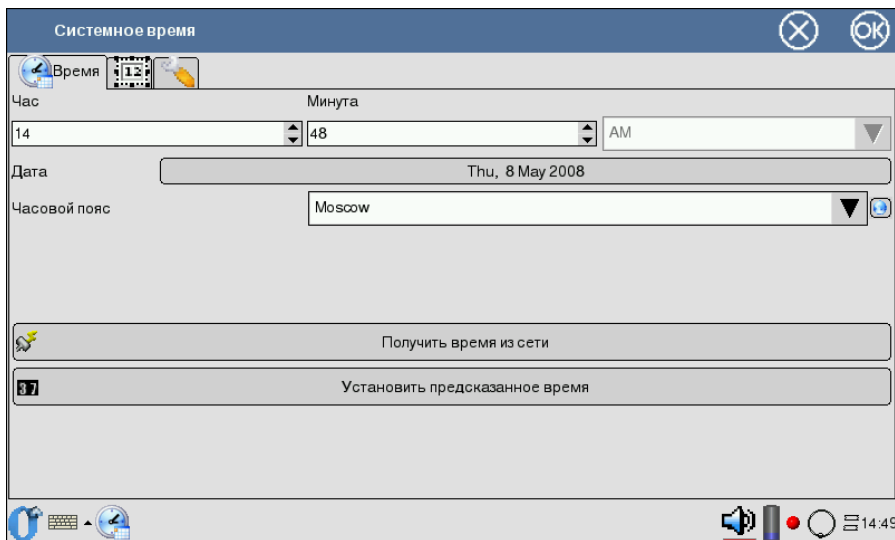

Рис. 11.7. Настройка системного времени
- текущему времени — при нажатии на значок появляется меню для настройки времени (см. рис. 11.7, с. 44).